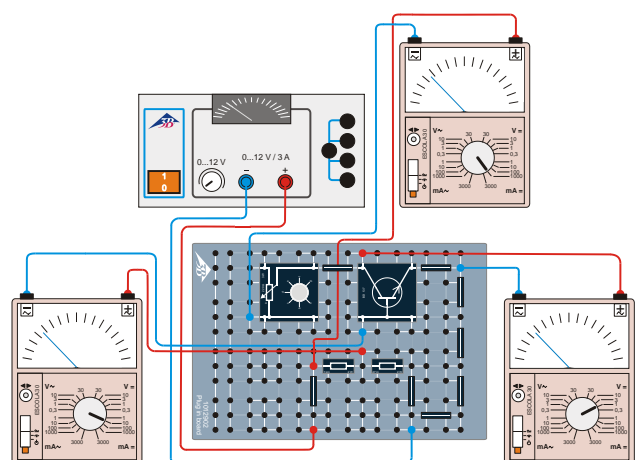

Fig. 5: Schema elettrico per la registrazione della caratteristica di uscita.
- Realizzare il circuito secondo Fig. 5. Sostituire il potenziometro  $1\text{ k}\Omega$  con la resistenza  $47\text{ k}\Omega$ . Inserire inoltre il potenziometro  $220\ \Omega$  a monte del collettore. I tre multimetri analogici collegati servono per il controllo dell'intensità di corrente di base  $I_B$  così come per la misurazione della tensione dell'emettitore-collettore  $U_{CE}$  e dell'intensità di corrente del collettore  $I_C$ .